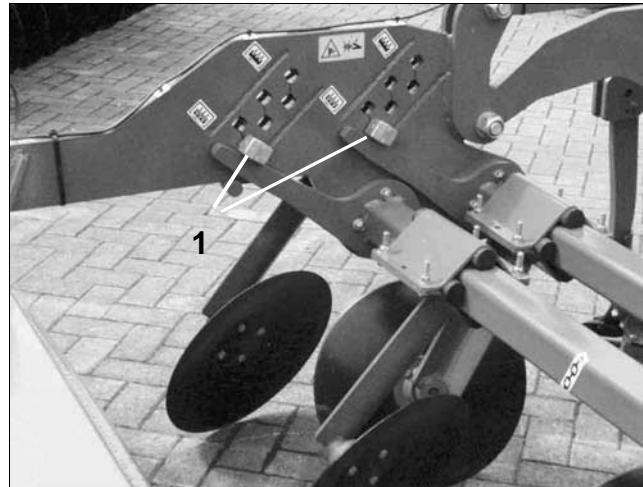

Рис. 11
- Установите эксцентриковый палец (Рис. 11/1) выше/глубже и/или поверните.